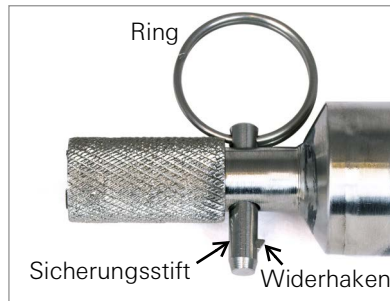

ABBILDUNG 2: Details zum Sicherungsstift
1. Entfernen Sie den Sicherungsstift des Aufhängungsgewichts, indem Sie den Widerhaken herunterdrücken und am Ring ziehen (Abbildung 2).